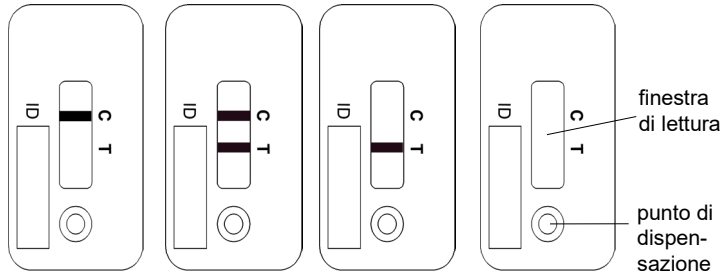

Figura 1A    Figura 1B    Figura 1C    Figura 1D
- Per un risultato valido, la linea di controllo (C) deve essere visibile in ogni caso (vedere figura 1A e figura 1B). Tale linea rappresenta unicamente un controllo funzionale del test e non può essere utilizzata per interpretare la linea di rilevazione del test (T). Se la linea di test (T) non è rilevabile dopo 15 minuti d’incubazione (figura 1A), la concentrazione dell’Anti-Adalimumab presente nel campione è di sotto al limite di rilevazione. Se la linea di test (T) è rilevabile dopo 15 minuti di incubazione (figura 1B), la concentrazione dell’Anti-Adalimumab presente nel campione viene misurata tramite il Quantum Blue® Reader.